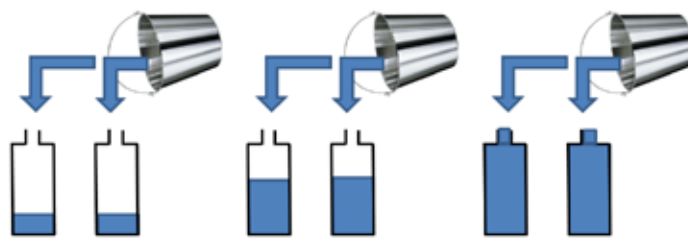

Figure 4 : Méthode d'échantillonnage au seau.
- Depuis un pont. Le prélèvement se fait à l'aide d'un seau et d'une chaîne en inox dans le chenal d'écoulement principal. Prélevez l'eau dans le sens aval ou amont selon le contexte et le courant. Le remplissage des flacons se fait selon la méthode du fractionnement (figure 4). Il arrive que les eaux prélevées à l'aide d'une perche ou au seau ne soient pas parfaitement homogènes, dans ce cas, le fractionnement permet de créer un échantillon "moyen" en transvasant les eaux d'un flacon à un autre jusqu'à les remplir totalement.